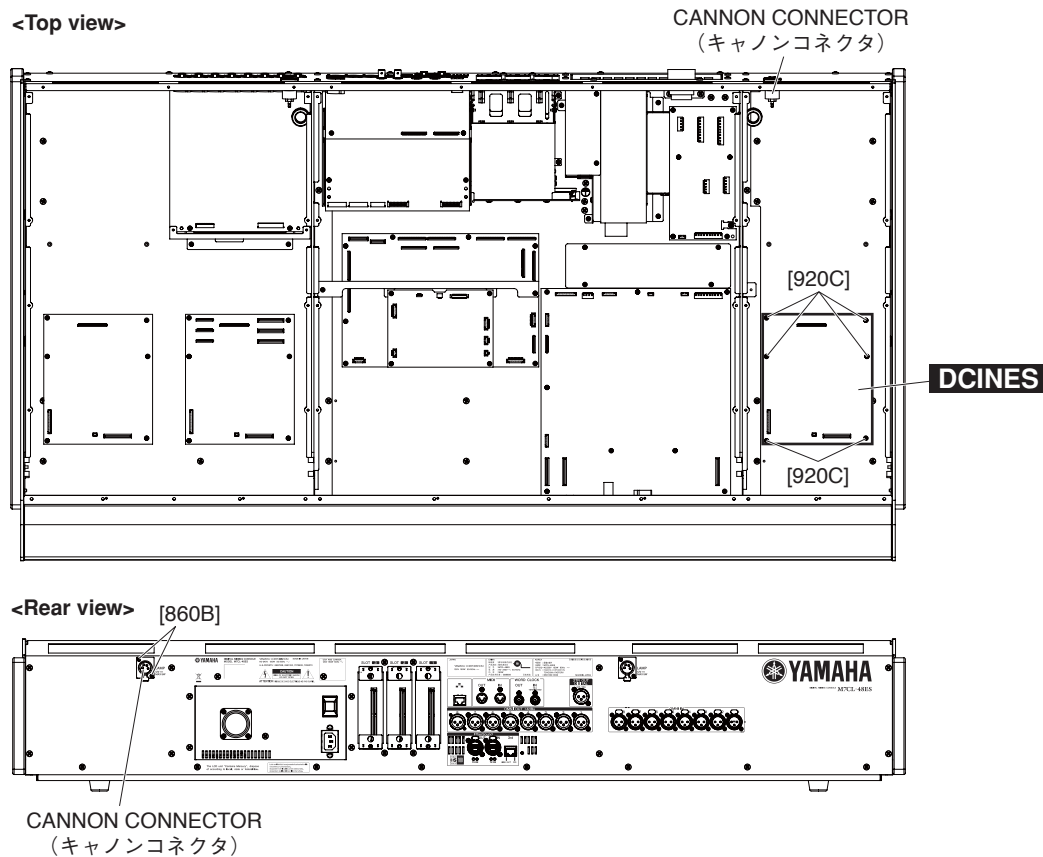

Fig. 10 (図 10)
- C-1-3 Remove the two (2) screws marked [860B]. The cannon connector can then be removed. (Fig.10)
- C-1-3 [860B] のネジ 2 本を外して、キャノンコネクタを外します。(図 10)
- C-2-3 Remove the six (6) screws marked [920C]. The DCINES circuit board can then be removed. (Fig.10)
- C-2-3 [920C] のネジ 6 本を外して、DCINES シートを外します。(図 10)